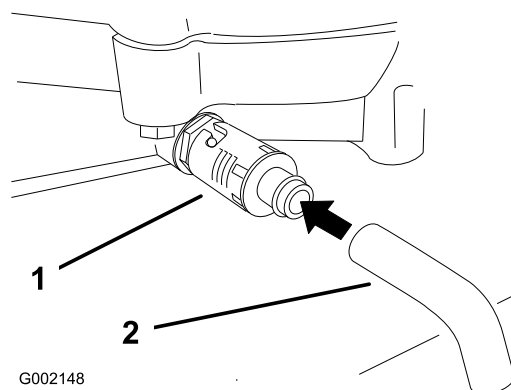

図 25
4. ドレンの下に廃油受けを置く。ドレンバルブを回して開き、オイルを排出する (図 25)。